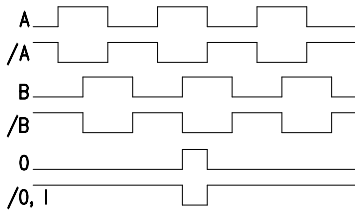

Abb. 2: Impulsbild
**Hinweis:** Der Zustand der Signale A und B im Bezug auf das Referenzsignal 0 ist nicht definiert und kann von Abb. 2 abweichen.